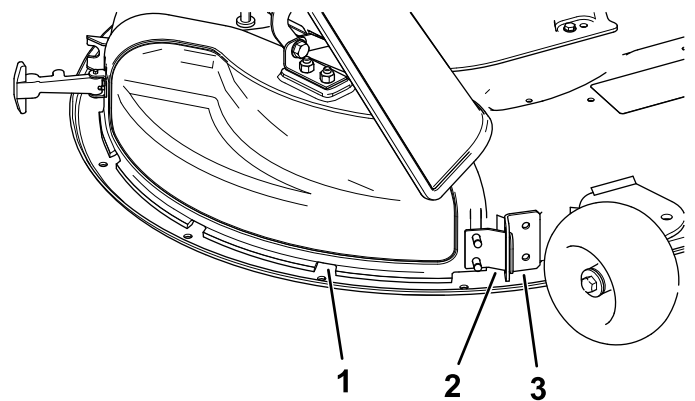

図 13
5. 排出口カバーについている金属製のタブを、デッキに溶接されているブラケットのスロットから外す 図 13。